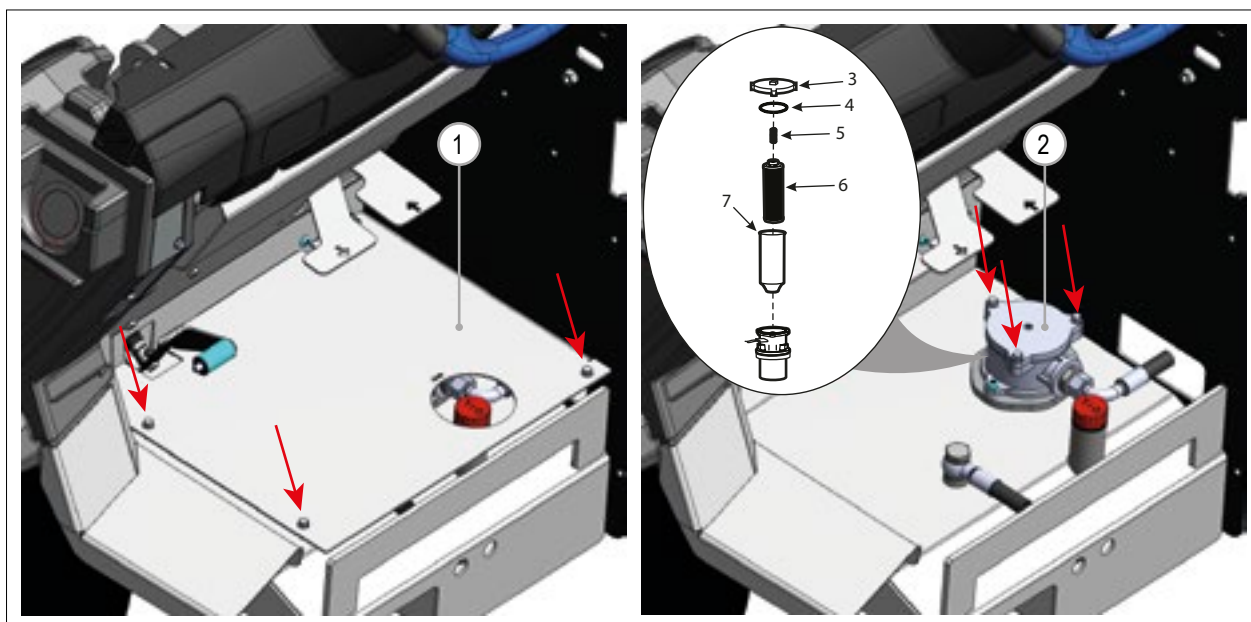

РИС. 34
- 3) Снимите область опоры для ног (РИС. 34 - Сс. 1), выкрутив винты, крепящие её к раме (см. РИС. 34).
- 4) Снимите крышку масляного фильтра (РИС. 34 - Сс. 2), открутив крепежные винты.
- 5) Снимите пружину (РИС. 34 - Сс. 5) и фильтрующий элемент (РИС. 34 - Сс. 6) из пластиковой гильзы (РИС. 34 - Сс. 7).
- 7) Установите пружину и проверьте уплотнительное кольцо фильтра на наличие следов износа или повреждений. Уплотнительное кольцо расположено в верхней части корпуса фильтра (РИС. 34 - Сс. 4). Замените уплотнительное кольцо в случае износа или повреждения.
- 8) Установите крышку фильтра (РИС. 34 - Сс. 2) и закрепите её.